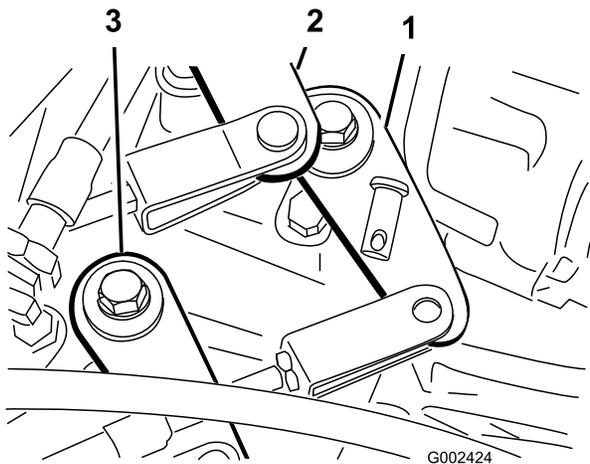

図 54
2. シフトケーブルをトランスアクスルのシフトアームに固定しているクレビスピンを取る 図 54。
1. ハイローケーブルをトランスアクスルに固定しているクレビスピンを取る 図 54。